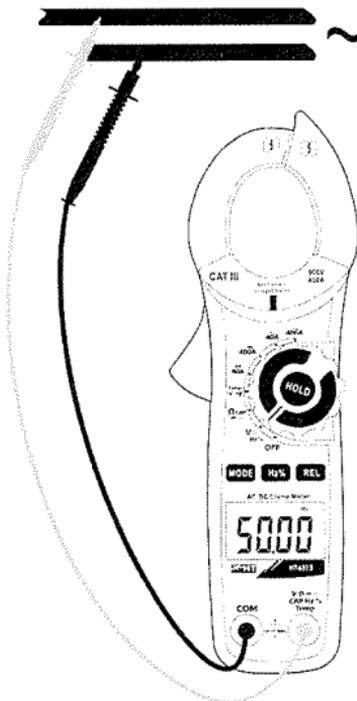

Fig. 4: Uso della pinza per misure di Frequenza e Duty Cycle
3. Inserire il cavo rosso nel terminale di ingresso $V\Omega Hz\%$ e il cavo nero nel terminale di ingresso **COM** (Fig. 4) per misura di frequenza con puntali. Il valore della frequenza (Hz) o del duty cycle (%) è mostrato a display